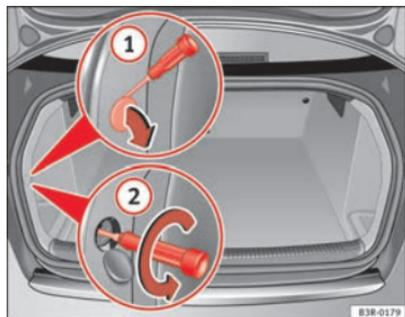
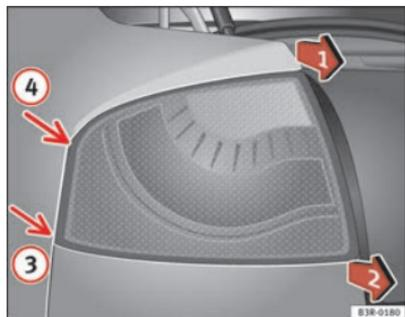

Fig. 210 Maletero: Posición del tornillo de fijación para la unidad de luz trasera
Fig. 211 Desmontar la unidad de luz trasera en la aleta
- Retire la cubierta haciendo palanca con un destornillador en el rebaje ⇒ fig. 210 ①.
- Desenroscar el tornillo que hay detrás con un destornillador (flecha) ②.
- Tire de la unidad de luz trasera a uno y otro lado (en la dirección de las flechas) ⇒ fig. 211 posiciones ① y ② hasta que salga de su alojamiento (posiciones ③ y ④).